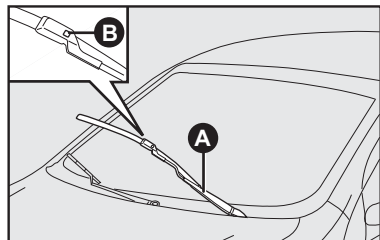

fig. 27
Sustitución de las escobillas del limpiaparabrisas - fig. 27
- 1) Levante el brazo **A-fig. 27** del limpiaparabrisas.
- 2) Apriete la traba **B-fig. 27** y tire de la escobilla, empujándola hacia arriba y soltándola del brazo **A-fig. 27**.